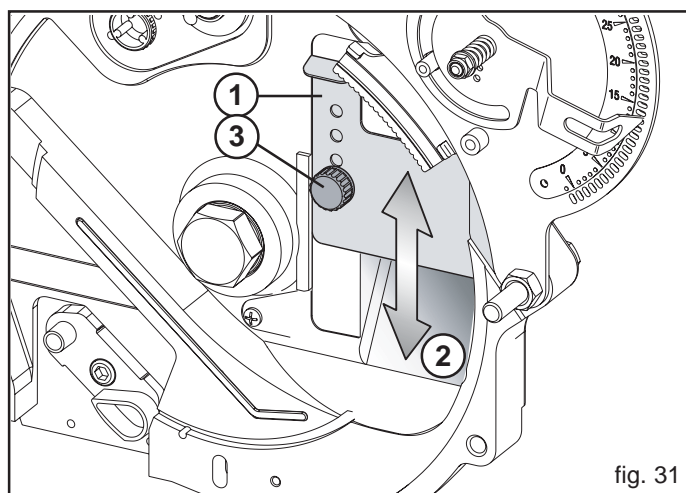

fig. 31
La plaque anti-débordement (1, Fig. 31) est réglable en 5 positions et définit l'ampleur de l'orifice d'entrée des graines (2, Fig. 31) de manière à ce qu'elles ne débordent à la suite d'un excès d'alimentation. Le réglage est particulièrement nécessaire en cas de terrains à très forte pente ou lorsqu'il s'agit de graines très petites.
**N.B. : Vérifier que la poignée (3, Fig. 31) est bien serrée.**